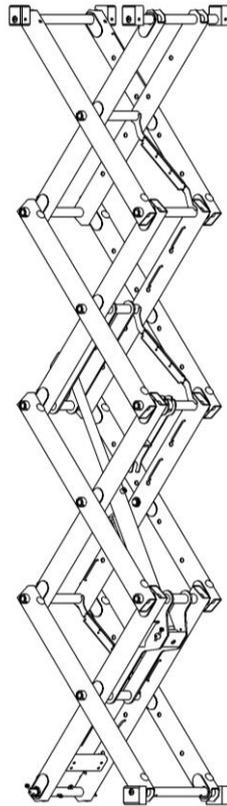

Abb. 3 Scherenbaugruppe
- Die Modelle SWSL0607, 0807, 1008DC verfügen über insgesamt vier Scheren und einem Hubzylinder, wie in Abbildung 3 dargestellt. Das Modell SWSL1212DC verfügt über insgesamt fünf Scheren und zwei Hubzylinder.